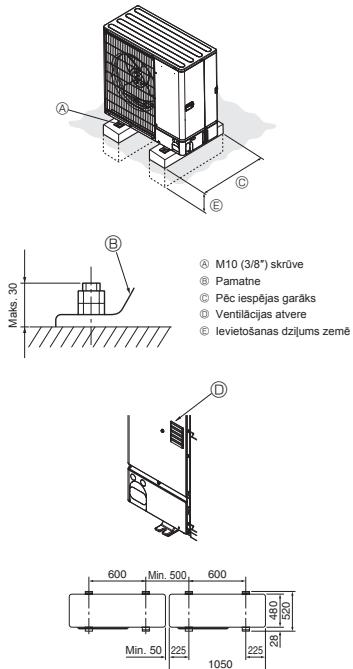

Fig. 3-1
- Pārliecinieties, ka iekārta tiek uzstādīta uz spēcīgas, līdzīzas virsmas, lai novērstu ribēšanas radītu troksni darbības laikā. (Fig. 3-1)